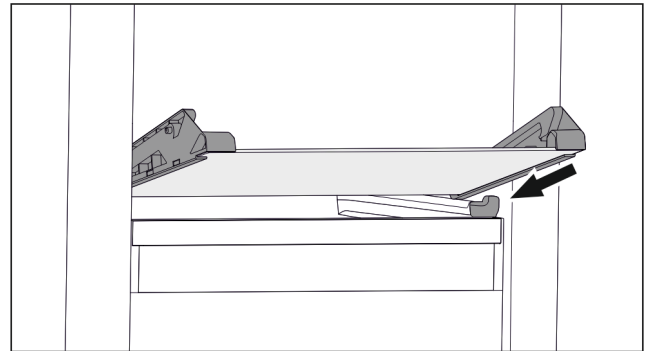

Fig. 93 Glasplatte des abklappbaren Schubfachs
- ▶ Glasplatte schräg hinter den Stopperrn aufsetzen. (zie Fig. 93)